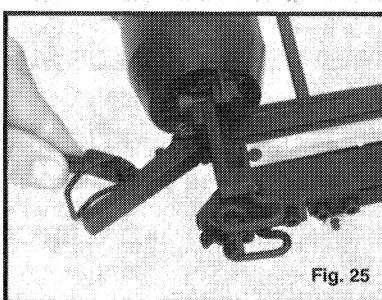

Fig. 25
3. Abra el seguro de suelta rápida y abra en bisagra la placa de guía de los sujetadores (ver la Fig. 25).
Abra el seguro de suelta rápida y abra en bisagra la placa de guía de los sujetadores (ver la Fig. 25). Limpie esta área minuciosamente. Los residuos del material de intercalación de los sujetadores se acumulan en esta área y deben eliminarse periódicamente. Puede aplicarse una capa ligera de lubricante "seco" (como el Porter-Cable No. 1255066) en la pista de la guía del empujador. ¡UTILICE LUBRICANTE "SECO" ÚNICAMENTE!